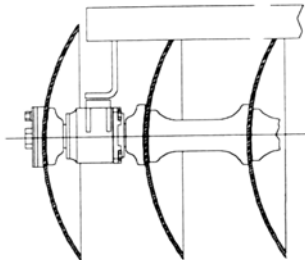

Figura 7
- 09 - Levante a armação (dianteira ou traseira) e coloque o conjunto dos discos em linha. Observar a disposição dos mesmos na figura 3. Faça coincidir a furação das sapatas com as dos mancais, efetue a montagem através dos parafusos (1). Observe que o suporte de fixação (sapata) deve ficar virado para a concavidade do disco, observe a figura 7.